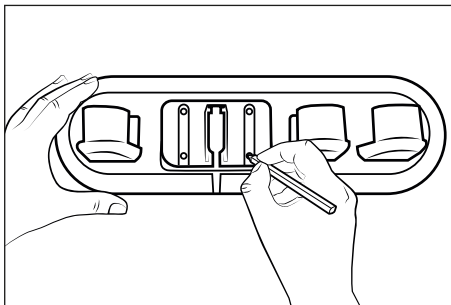

Fig. 5
- 3) Brug tilbehørsholderen **17** til markering af de fire borehuller på væggen (se fig. 5).